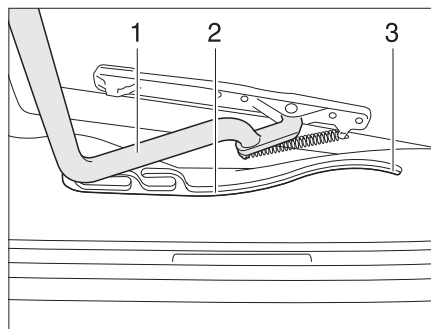

Fig. 47 Claraboya Heki, guía
- Tirar la horquilla (Fig. 47,1) en las guías (Fig. 47,2) hasta la posición trasera final (Fig. 47,3).
- Empujar el estribo (Fig. 47,1) ligeramente hacia arriba con ambas manos.
- Tirar el estribo en las guías (Fig. 47,2) hasta la posición deseada.